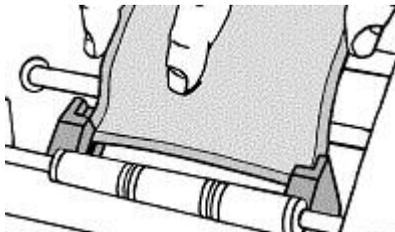

Figure 2-8. Avance du support sur les guides.
**Etape 7 :** N'avancez le support qu'à mi-chemin entre les guides, comme illustré sur la vue en gros plan à la Figure 2-8 ci-dessous :